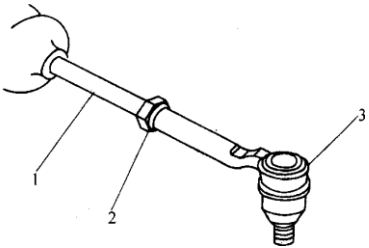

图 5.1-8 前轮前束的调整
- (1) 将转向盘调整到正前位置。
- (2) 如图 5.1-8 所示，松开拉杆上的六角螺母，旋转转向横拉杆轴以得到合适的前束角。